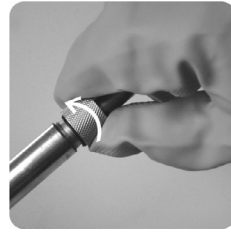

Fig. 16
11. Retirar la tuerca de la barra fija girando en el sentido contrario de los punteros del reloj, conforme fig. 16 y 17.